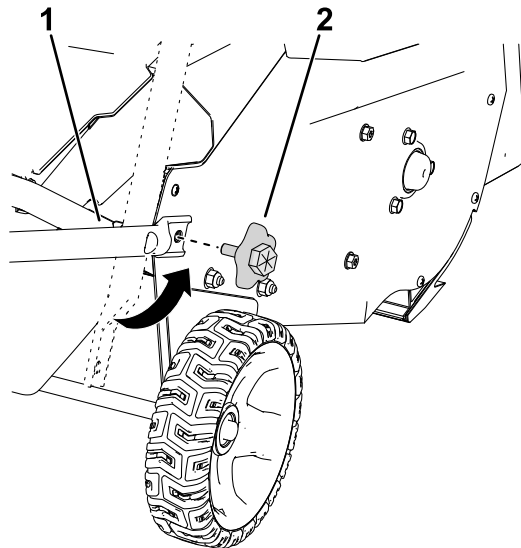

Figure 6
5. Redressez la partie inférieure du guidon en place et installez les boutons inférieurs comme montré à la Figure 6.